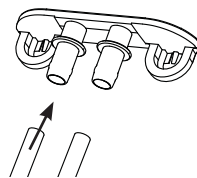

Figure 9
- Une fois la vidange terminée, rebranchez les deux tubes aux prises en plastique gris (Figure 9)
6. Une fois le rinçage terminé, rebranchez les tubes de vidange aux prises de vidange (Figure 9), ou si vous disposez d'un réservoir latéral, rebranchez le tube non étiqueté à la prise de vidange et le tube B à la base du réservoir latéral (Figure 4).